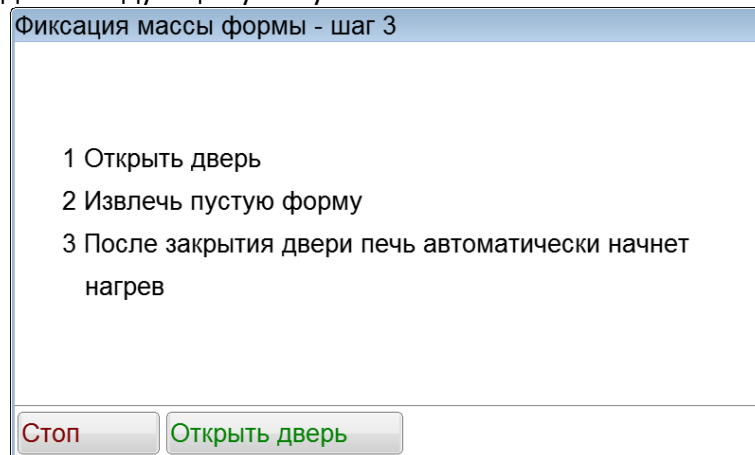

Рисунок 10 – Извлечение пустой формы из печи
4.5.6 Извлечь пустую форму и закрыть камеру печи (см. рисунок 10). Через несколько секунд печь автоматически перейдет к следующему шагу испытания.